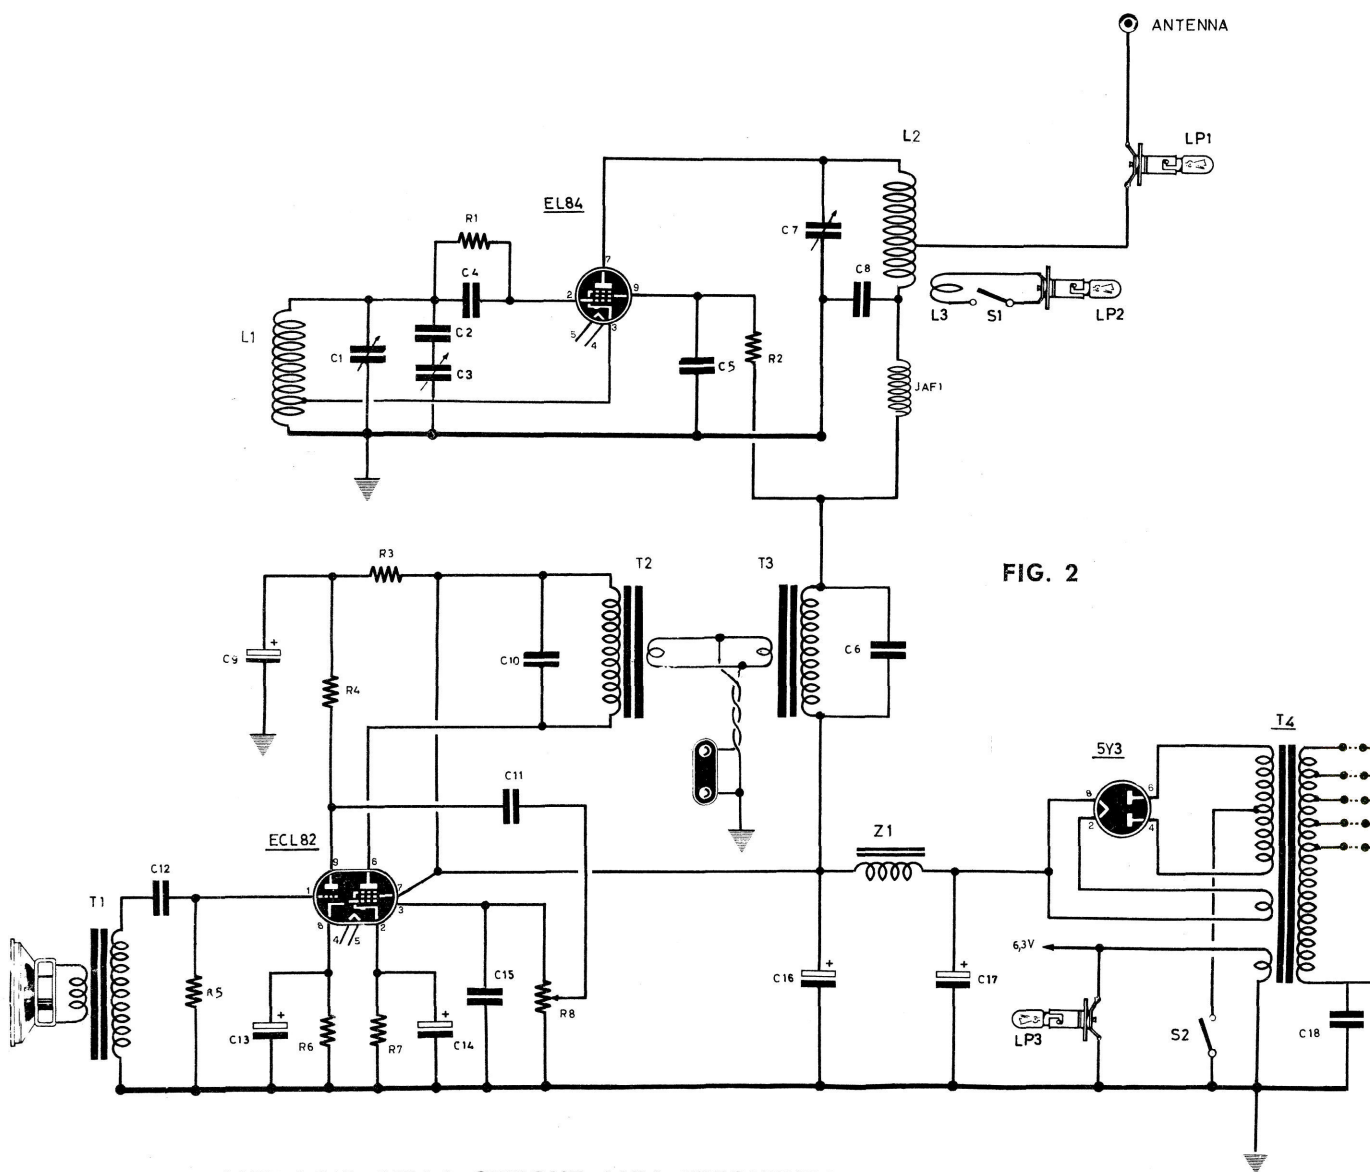

FIG. 2
**FIG. 2 - Schema elettrico del trasmettitore SAGITTARIO.** La chiarezza dello schema è tale che anche il lettore meno esperto troverà facile la realizzazione. Lo schema pratico è visibile a pag. 45. La presa esistente tra T2 e T3 serve per collegare un'altoparlante per il controllo dell'amplificatore.